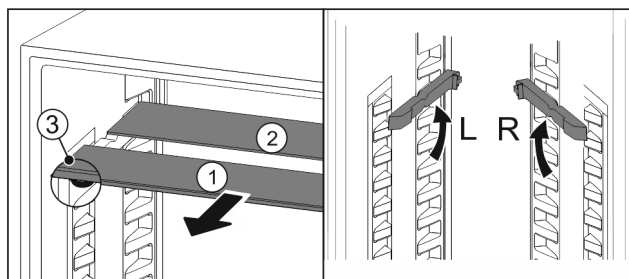

Fig. 14
- ▶ По одной извлеките Fig. 14 (1) полки движением вперед.
- ▷ Полка Fig. 14 (1) с декоративной планкой располагается спереди.
- ▷ Стопоры Fig. 14 (3) показывают вниз.